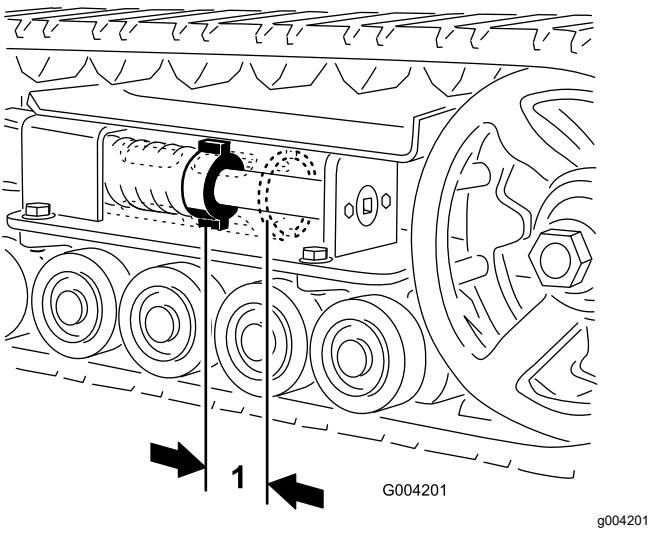

Figure 46
5. À l'aide d'une clé à cliquet de $\frac{1}{2}$ pouce, tournez la vis de tension dans le sens antihoraire jusqu'à obtention d'un espacement de 7 cm entre l'écrou de tension et l'arrière du tube de tension (Figure 46).
L'écrou de tension et l'arrière du tube de tension doivent être distants de 7 cm (Figure 46). Si ce n'est pas le cas, réglez la tension des chenilles comme suit :
12. Tournez la vis de tension dans le sens antihoraire jusqu'à obtention d'un écartement de 7 cm entre l'écrou de tension et l'arrière du tube de tension (Figure 46).
18. Tournez la vis de tension dans le sens antihoraire jusqu'à obtention d'un écartement de 7 cm entre l'écrou de tension et l'arrière du tube de tension (Figure 46).